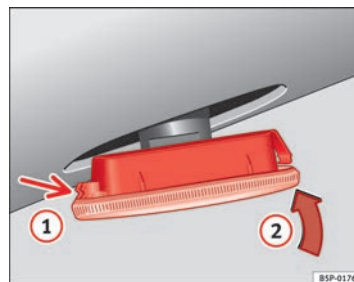

Fig. 173 Intermitentes laterales
- Coloque el intermitente en primer lugar en el orificio de la carrocería, encajando las pestañas ① ⇒ fig. 173, y a continuación encaje la lámpara como indica la flecha ② ⇒ fig. 173. ■